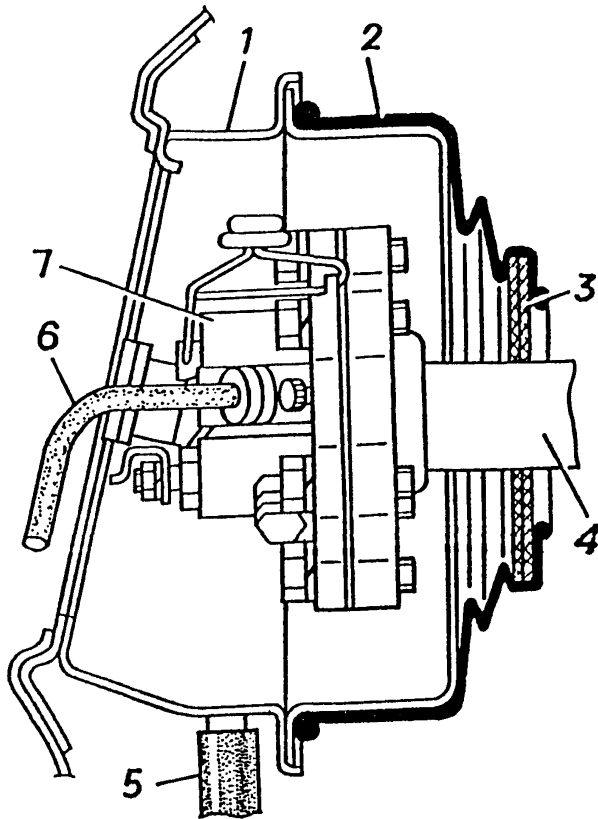

Рис. 5.16. Заправочное устройство
2) приварить по периметру вставку I (рис.5.16) заправочного люка к внутренней поверхности крыла, предварительно зачищенной по контуру отверстия;
4) под люком, в боковой части пола багажника, просверлить отверстие диаметром 12 мм соосно сливной трубке кожуха заправочного люка и вывести через него наружу (под пол) сливной шланг 5 (рис.5.16);
5) надеть чехол переходной трубы на вставку I (рис.5.16) запорочного люка и промазать противозащумной мастикой стыки чехла и уплотняющих колец;
3) вывернуть из корпуса термостата датчик указателя температуры охлаждающей жидкости и вернуть на его место переходный штуцер 2 (рис. 5.16). Ввернуть в переходный штуцер датчик 3 и угловой штуцер 1 как показано на рисунке;